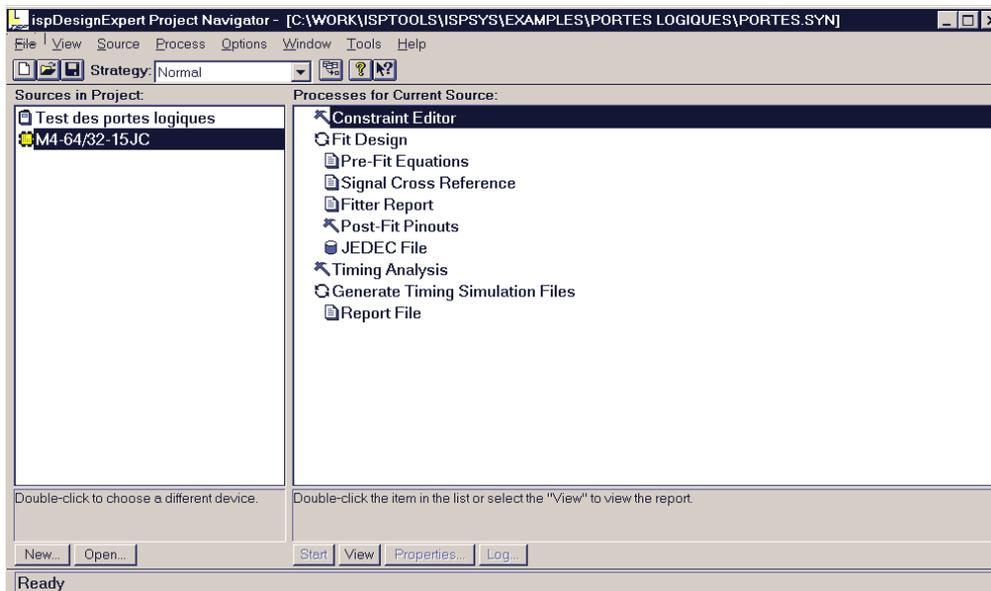

Figure 5
- Après sélection, la fenêtre de la figure 5 apparaît.